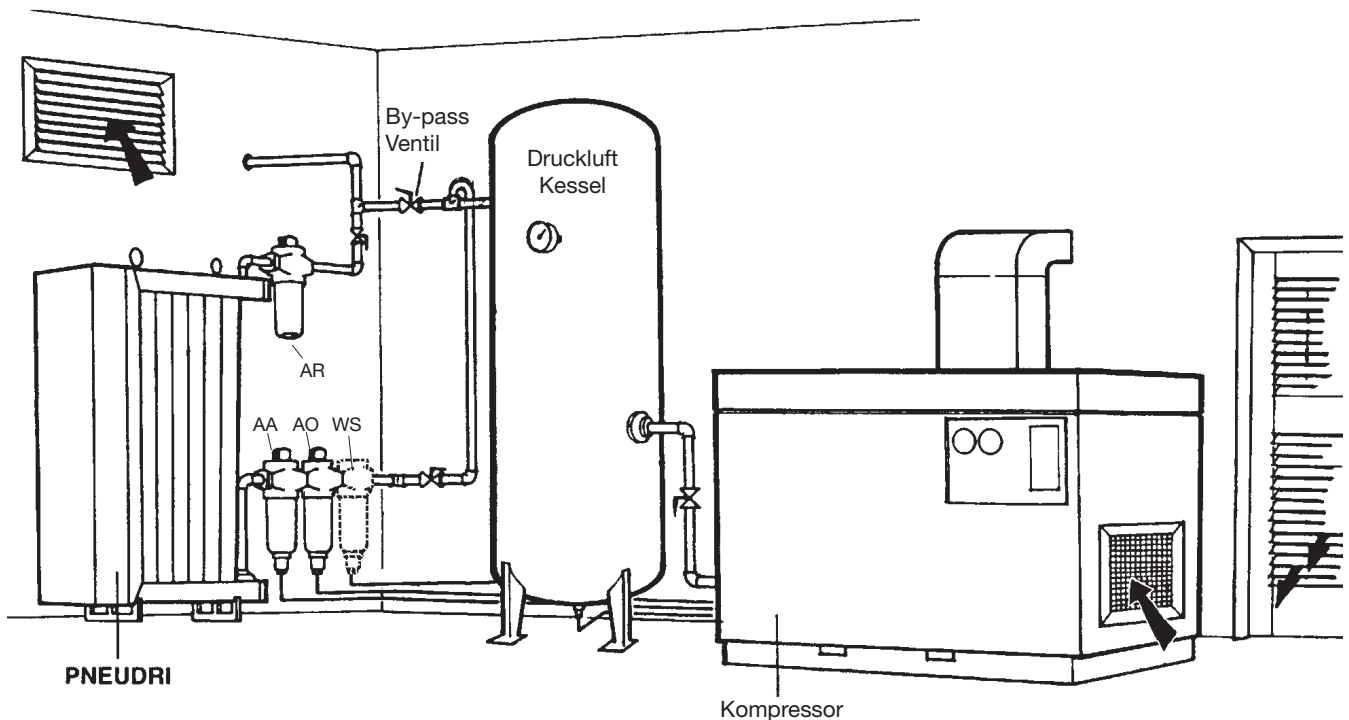

Abbildung 1 - INSTALLATION DES PNEUDRI NACH DEM DRUCKLUFT KESSEL
Bauweise:	PNEUDRI ist aus extrudierten Aluminiumteilen gefertigt, die durch HF-Schrauben miteinander verbunden sind, d. h. die mit Trockenmittel gefüllten Säulen befinden sich zwischen einem oberen und einem unteren Verteiler. Wie in Abb. 1 und 2 gezeigt, unterscheidet sich die Bauweise der kaltregenerierten Trockner von der Bauweise der warmregenerierten Modelle.
B) AUFSTELLEN DES SYSTEMS (siehe Abbildung 1)